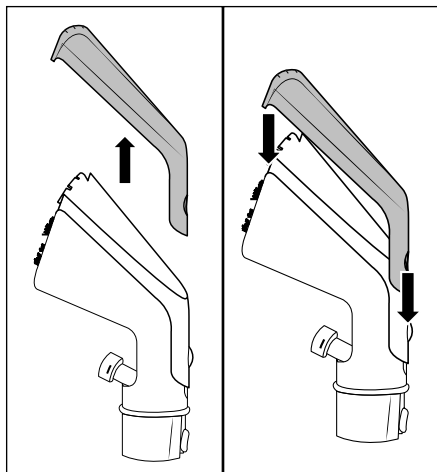

Fig. 9
- ◆ Tryk på låseknappen 24 til afdækningen til rengøringstilbehøret 23 til polstermundstykket 22, og tag afdækningen til rengøringstilbehøret 23 af (se fig. 9).
- ◆ Sæt afdækningen til rengøringstilbehøret **23** på polstermundstykket **22**, og skub den ned, indtil låseknappen **24** går helt i indgreb i polstermundstykket **22** (se fig. 9).